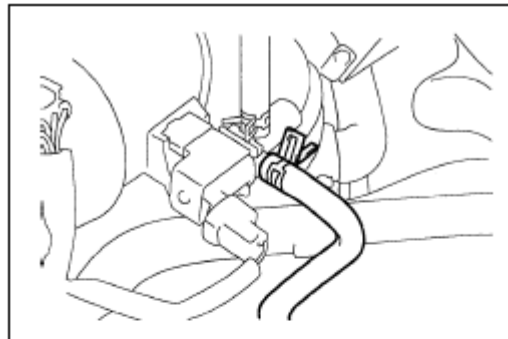

Рис. 50
2. Проверьте систему контроля удаления паров топлива (см. Рис. 50)